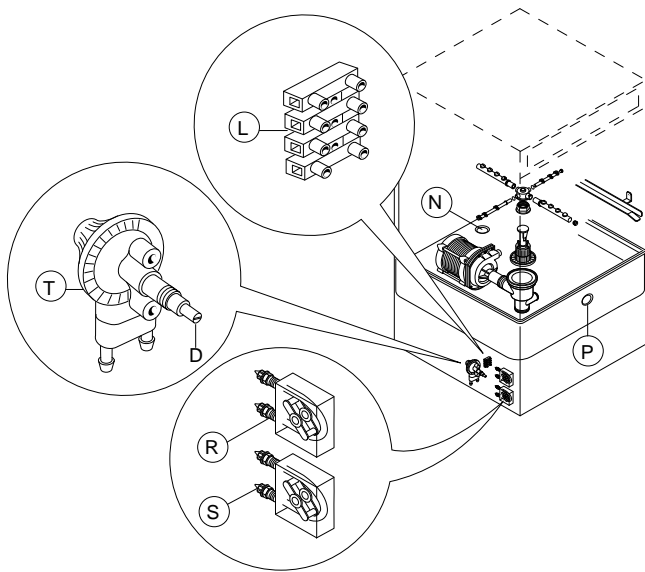

Bild 1 Übersicht über automatische Dosierer
1. Geschirrspüler mit eingebautem Flüssigspülmitteldosierer (Bild 1)
2. Geschirrspüler mit eingebautem Klarspülmitteldosierer mit peristaltischer Pumpe (Bild 1)
3. Geschirrspüler mit eingebautem Klarspülmitteldosierer mit Membranpumpe (Bild 1)
Mit einem Dosierer an den Klemmen 1 und 2 der Versorgungsklemmenleiste "L" (Bild 1) lässt sich beim Klarspülgang Klarspülmittel, mit einem Dosierer an den Klemmen 3 und 4 beim Spülgang Spülmittel zuführen.
Zum Ändern der Abgabemenge Ⓧ an Schraube "D" in die gewünschte Richtung drehen (Bild 1 *Übersicht über automatische Dosierer*).